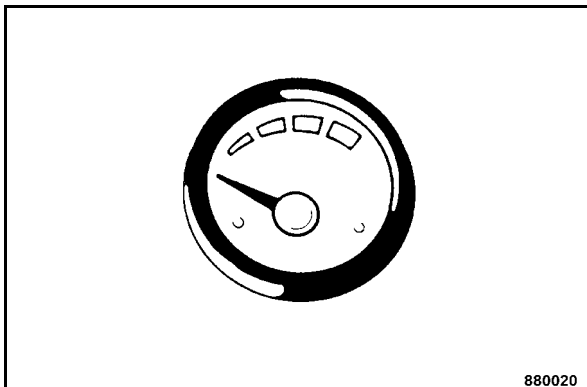

Fig. 80
- Vérifier la réserve en eau dans le réservoir à l'indicateur (Fig. 80).